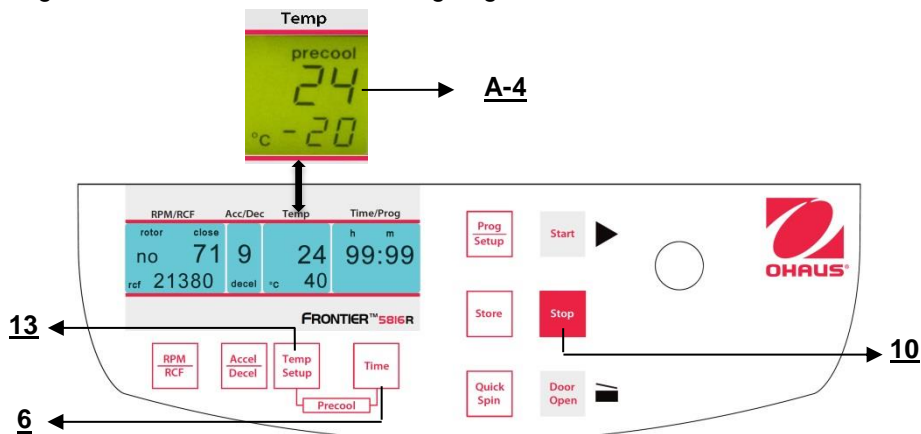

Abbildung. 20
Wenn die Proben temperaturempfindlich sind, ist es sinnvoll, die Zentrifuge, den Rotor und möglicherweise die Behälter auf die gewünschte Arbeitstemperatur vorzukühlen. Fügen Sie daher den gewünschten Rotor ein und stellen Sie die entsprechende Temperatur vorab ein. Durch gleichzeitiges Drücken der Tasten **"Temp/Setup"** (13) (siehe Abbildung 20) und **"Time"** (6) starten Sie den Durchlauf. Während des Betriebs wählt die Einheit automatisch eine Rotationsgeschwindigkeit, die 20% der zulässigen Rotationsgeschwindigkeit des entsprechenden Rotors entspricht. Nachdem die Vorstarttemperatur erreicht ist, können Sie den Vorkühldurchlauf mit der **"Stop"**-Taste (10) verlassen.